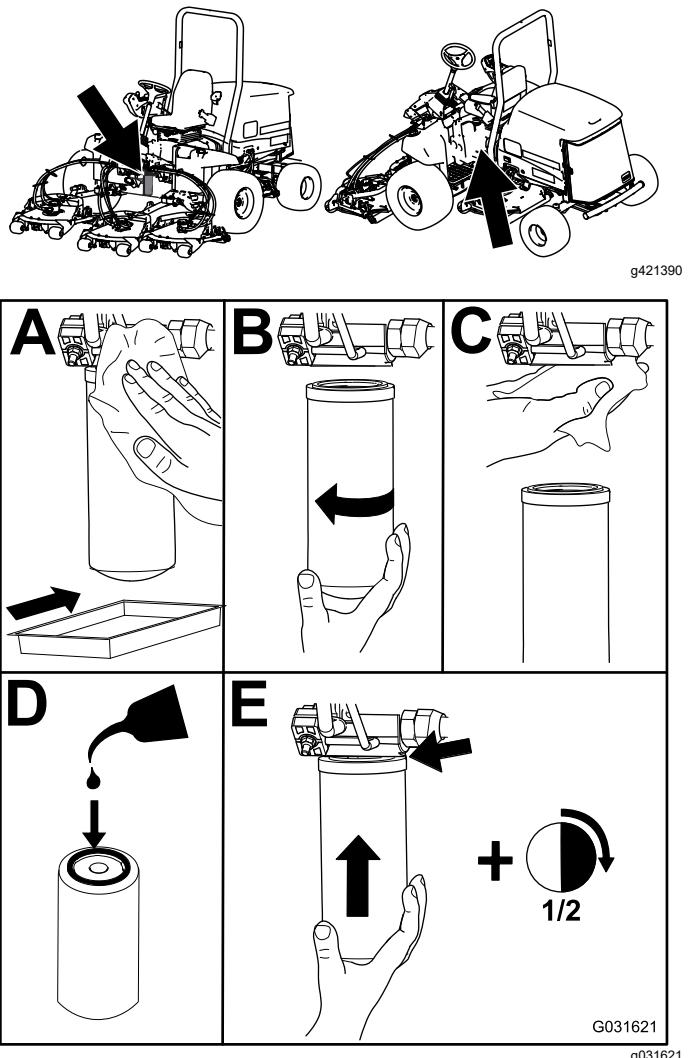

Figura 68
2. Cambie ambos filtros de fluido hidráulico (Figura 68).